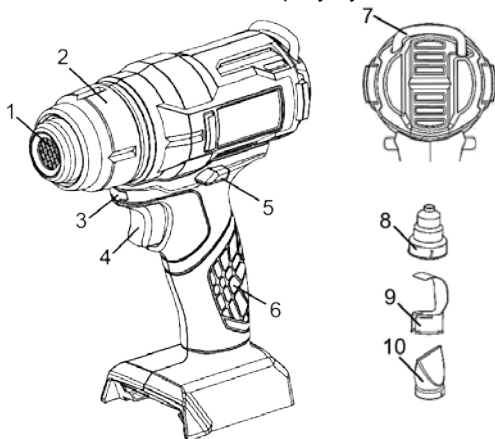
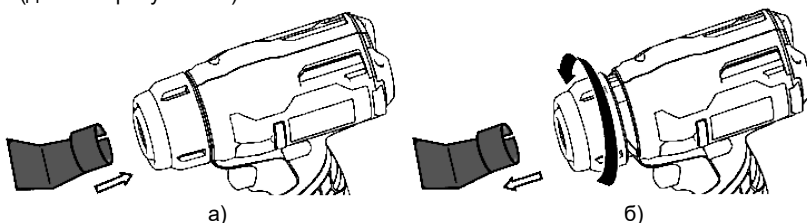

Рисунок 1
Рисунок 2
3.3 Встановіть необхідну змінну насадку на сопло виробу (акумуляторна батарея повинна бути від'єднана!). Для цього вставте посадкове кільце насадки під обід фіксатора (2, рисунок 1) до упору (дивіться рисунок 2-а). Для зняття насадки поверніть кільце фіксатора проти годинникової стрілки та витягніть її (дивіться рисунок 2-б).
3.4 Для одного зі способів стаціонарного встановлення фену, його конструкцією передбачений гачок (7, рисунок 1), за який можна підвішувати виріб на попередньо встановлений кронштейн. Це дозволяє працювати двома руками з деталлю, яка обробляється. Для переведення гачка в робоче положення виконайте дії, які представлені на рисунку 3.
3.5 Під'єднайте акумуляторну батарею до відповідного місця у нижній частині рукоятки (6, рисунок 1). Виріб готовий до використання.
4.2 Для ввімкнення виробу необхідно натиснути кнопку блокування від ненавмисного вмикання (5, рисунок 1) з однієї зі сторін виробу та одночасно натиснути й утримувати пускову клавішу (4, рисунок 1). Виріб запрацює, кнопку блокування від ненавмисного вмикання можна відпустити. Для вимкнення необхідно відпустити пускову клавішу, при цьому одразу вимикається електроживлення нагрівального елемента, а через 6 секунд і двигуна турбіни. Це зроблено для здійснення примусового початкового охолодження внутрішніх елементів виробу.